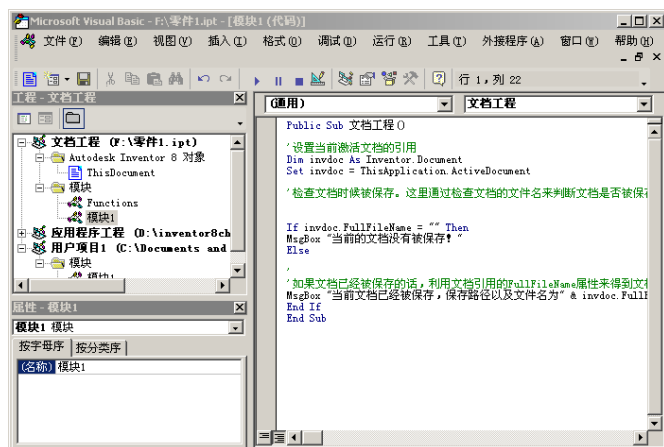

图 15-8 模块 1
(1) 在 Inventor 中新建一个文件，进入 VB 编辑器，在【工程—文档工程】浏览器中，双击如图 15-8 所示的【模块 1】图标，在右侧的代码区域内输入程序代码。这样就定义了一个名为“vbexample2”的宏。